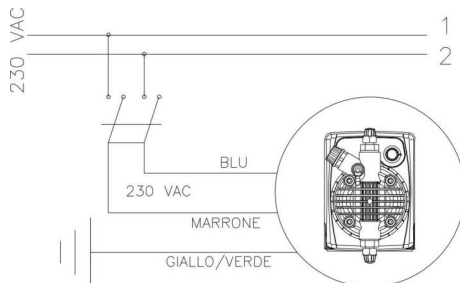

Fig. 4
- 1. Assicurarsi che la stessa sia disattivata elettricamente (entrambe le polarità) staccando i conduttori dai punti di contatto della rete attraverso l'apertura dell'interruttore onnipolare con distanza minima tra i contatti di mm 3 (Fig. 4).**
1. Assicurarsi che la stessa sia disattivata elettricamente (entrambe le polarità) staccando i conduttori dai punti di contatto della rete attraverso l'apertura dell'interruttore onnipolare con distanza minima tra i contatti di mm 3 (Fig. 4).
- b.- Rispettare le norme in vigore nei diversi paesi per quanto riguarda l'installazione elettrica (Fig. 4).